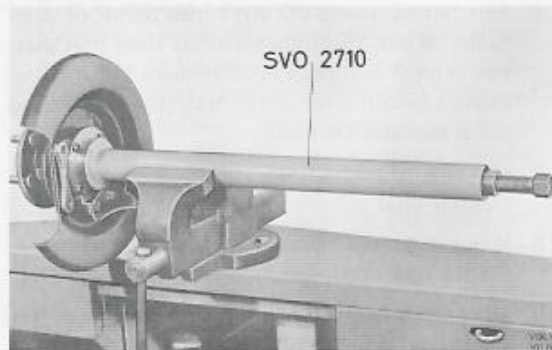

Bild 22. Demontering av drivaxellager
7. Sätt fast SVO 2710 i skruvstycket. Skjut in drivaxeln och montera fästskruvarna för bromssköld och -hållare. Dra loss lagret med avdragaren, se bild 22. Ta därefter bort bromssköld och hållare.